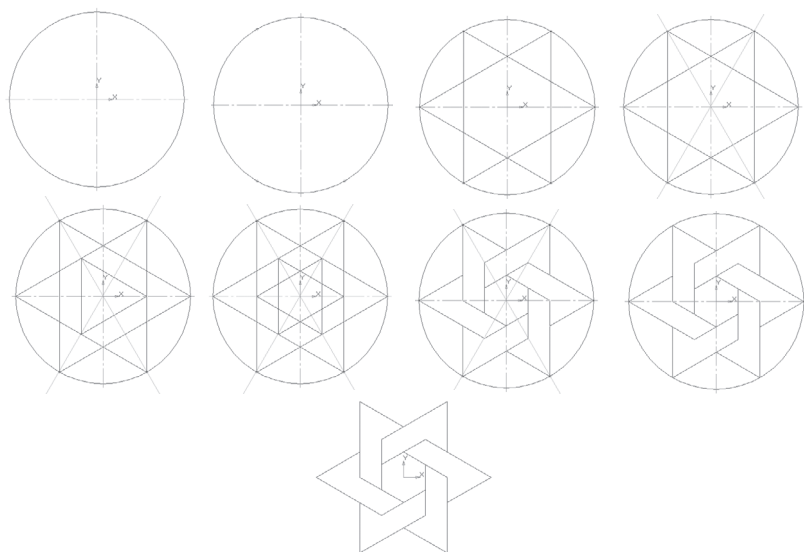
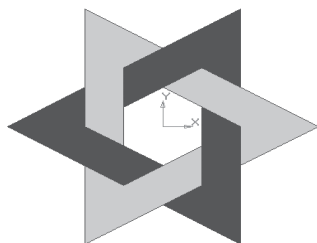

Рис. 83. Построение орнамента
Рис. 90
1. Постройте орнамент по образцу и сохраните его (например, **Мои документы – Орнамент 2**). За основу возьмите окружность радиусом 50 мм (рис. 83).
1. Выполните заливку цветом орнамента §12 рис. 83 задание для самостоятельной работы (рис. 90).